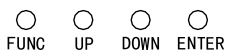

Fig.6
- Premere il tasto FUNC fino a quando sul display non appare [MUS] (fig.6).
- Impostare il regolatore SENSITIVITY (19) per la sensibilità del microfono in modo tale che il ritmo della musica venga riprodotto in modo ottimale dai movimenti del raggio laser. La maggiore sensibilità si ha con il regolatore girato completamente a destra. Quando viene rilevato un segnale musicale il LED blue (3) si accende.